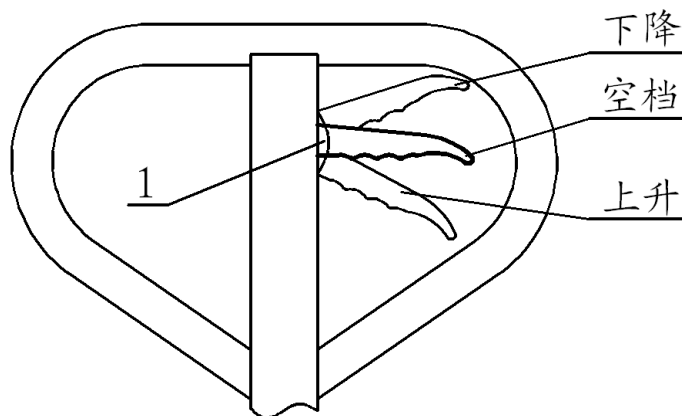

图 3-1
3.1. 车辆组装完毕后，用手柄试摇一下，并操作控制小手把 1 的不同档位，看看车子上升、空档、下降是否正常。见图 3-1。